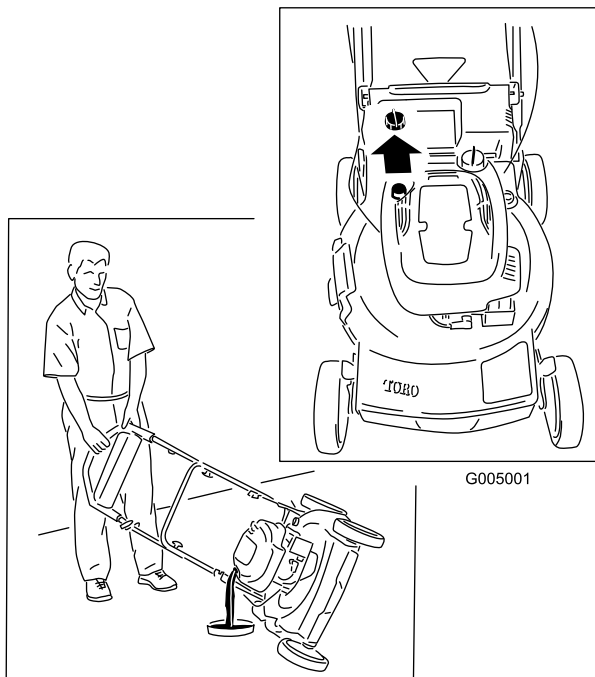

Figure 22
3. Inclinez la tondeuse sur le côté (filtre à air vers le haut) pour vidanger l'huile usagée par le goulot de remplissage (Figure 22).